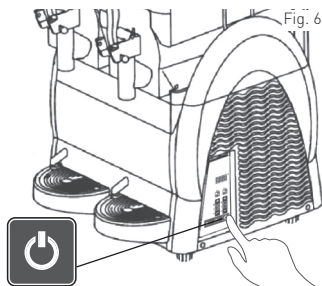

Fig. 6
- Druk daarna op , om het apparaat in te schakelen. Houd  voor 3 seconden ingedrukt om over te schakelen naar de standbymodus van het apparaat wanneer het apparaat niet wordt gebruikt. Zie Fig. 6.